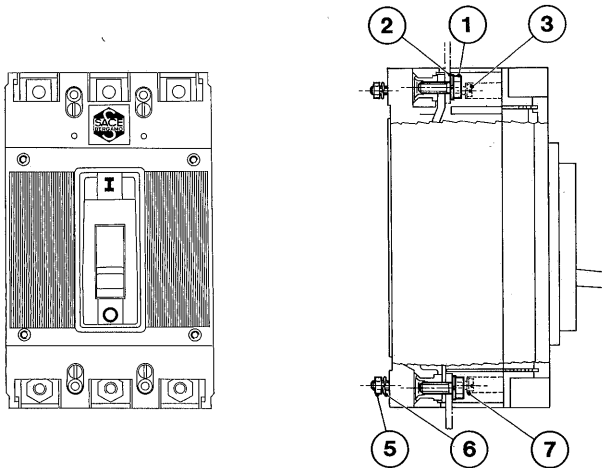

Fig. 6
7.1. Trasformazione dell'interruttore base in interruttore fisso con attacchi anteriori (fig. 6)
- b) avvitare le viti (1) con le rosette (2) negli attacchi superiori e inferiori
- c) infilare nei loro fori le 4 viti (3) con le rosette piane (4) e posteriormente avvitare i dadi (5) con le rosette elastiche (6)